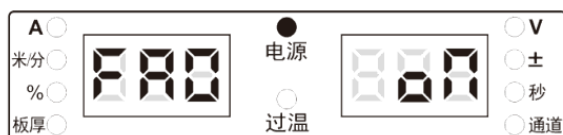

图 4-1 FA0 显示界面
1. 进入内部菜单，调节焊接电源面板旋钮至 FA0，如图 4-1 所示。